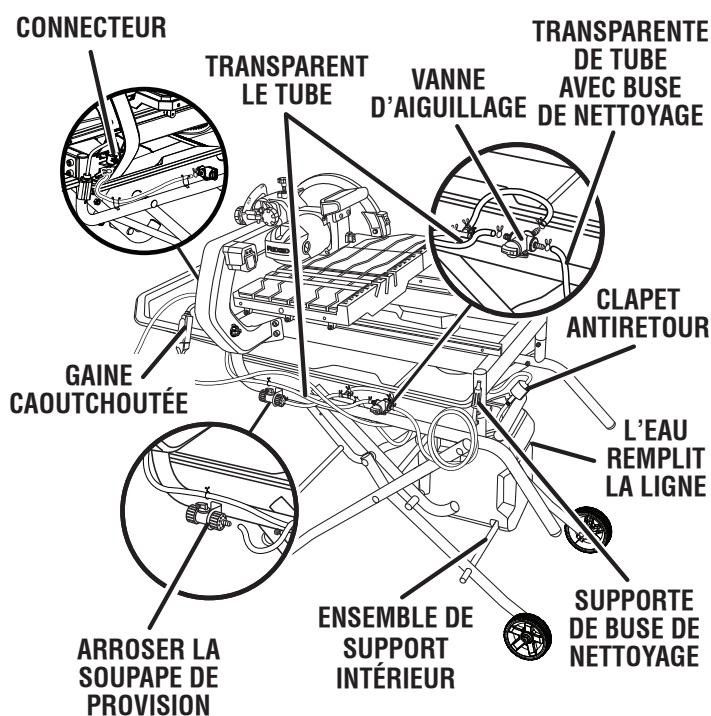

Fig. 9
Voir la figure 9.
- Pousser l'autre transparent le tube de ensemble de T-connecteur sur le connecteur sur le dos de la vanne d'aiguillage (comme illustré la figure 9). Attacher le transparent le tube (avec clapet antiretour) à la pompe d'eau submersible et a réglé la pompe dans le fond du réservoir d'eau. Attacher les tubes avec un collier de tuyau.